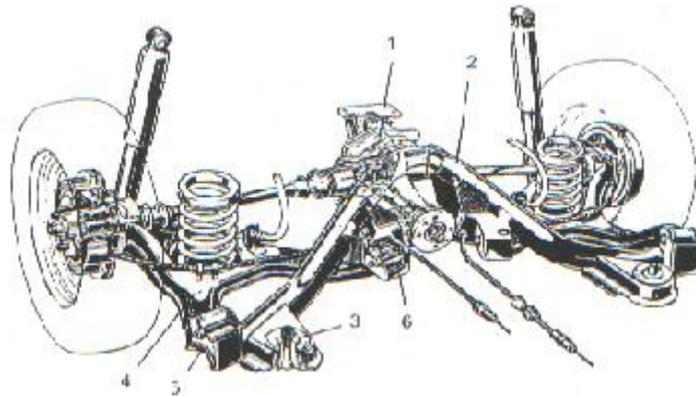

Fig. 6.2. Configuración de un sistema de propulsión.
En la Fig. 6.2 vemos un sistema de propulsión trasera, donde el puente trasero (1) se fija a un semi-chasis (2), que a su vez va unido al bastidor en los puntos (3), y al cual se acoplan los correspondientes brazos de suspensión (4), en las fijaciones (5) y (6), a través de los cuales se transmite el empuje de las ruedas al chasis.